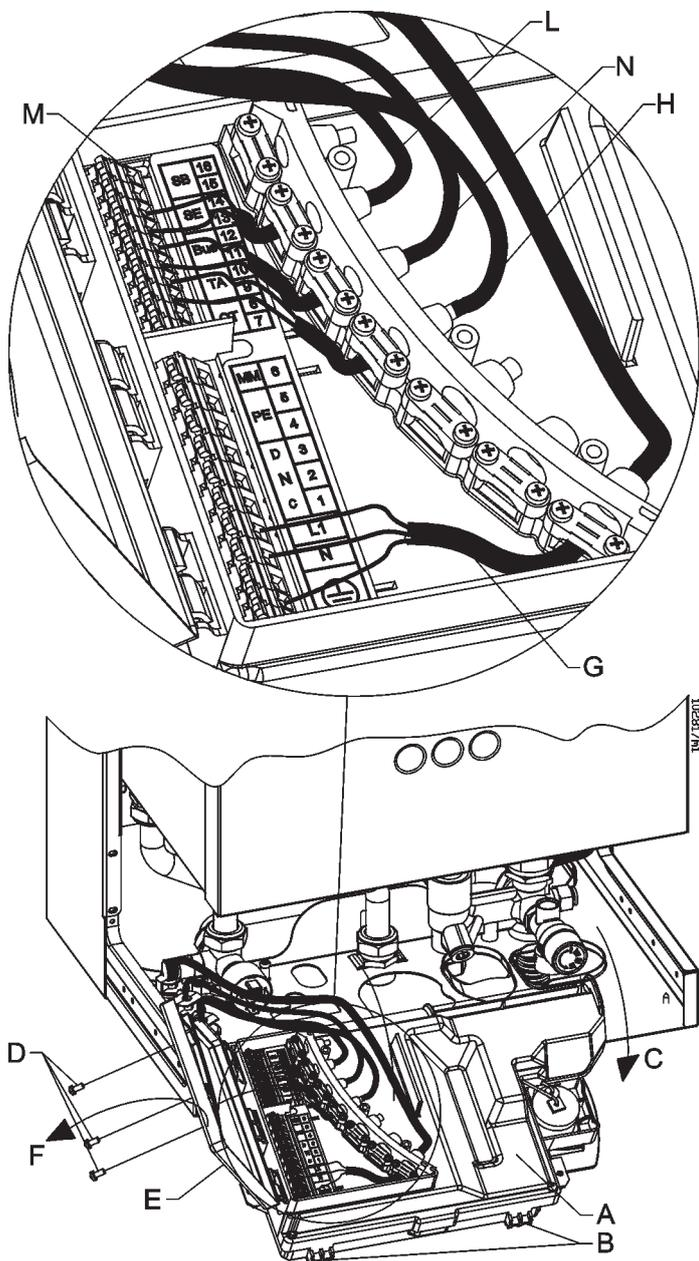

Figura 19 - Collegamenti elettrici
Il modello di caldaia NOVADENS 45A è sprovvisto di pompa di circolazione. Per collegarne una, è possibile utilizzare i contatti "4" e "5" presenti nella morsettiera (vedi figura 19).
**ATTENZIONE!!!** I contatti 4 e 5 di cui alla figura 19 possono sopportare al massimo un'assorbimento di 200W. Se la pompa che si deve collegare ha un assorbimento più elevato, è indispensabile inserire un relè di appoggio, di potenza adeguata.
- collegare i 2 capi del cavo ai morsetti "TA" (vedi figura 19).
- collegare il cavo bipolare ai morsetti SE di cui in figura 19;
Per il collegamento elettrico occorre procedere come di seguito (fare riferimento alla figura 19):